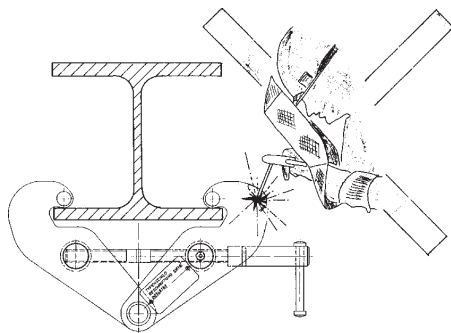

Fig. 1
- Lassen aan de balkklem is niet toegestaan (Fig. 1).
- È assolutamente vietato saldare qualsiasi oggetto alla pinza (Fig. 1).